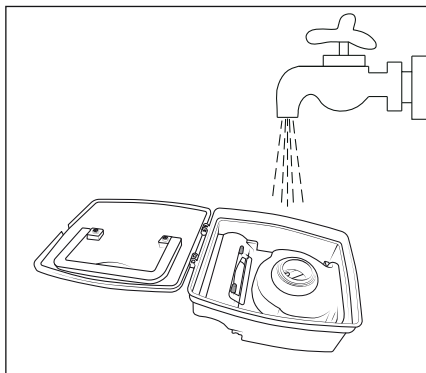

Fig. 10
- 5) Limpie el depósito de polvo **12** con agua fría o templada (consulte la fig. 10). Deje que el depósito de polvo **12** se seque completamente al aire antes de volver a montarlo en el aparato.